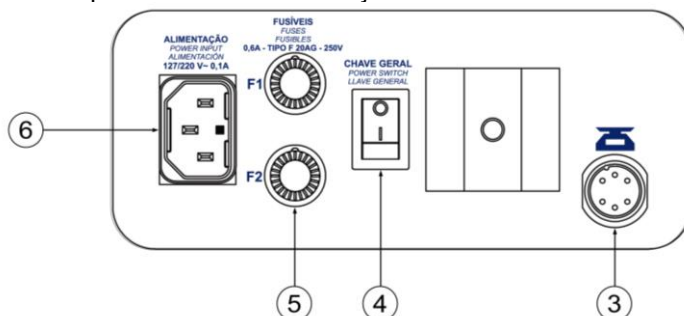

Figura 69 – Módulo Alimentação Balança LC5
- Conectar o cabo (E) do prato da balança na entrada (3) do módulo, na parte traseira da balança, conforme figura 69.
- Conectar o cabo de alimentação para C.A. da balança (fornecido com o equipamento) no plugue de entrada de alimentação (6) localizada na parte traseira do módulo.
- Ligar a chave (4), localizada na parte traseira da balança.